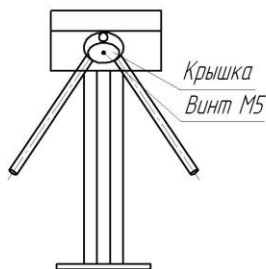

Рис.1 Установка штанг
6.4 Установите штанги. Для этого снимите крышку поворотного механизма, открутив винт М5 (рис.1). Закрепите штанги болтами М10, входящими в комплект штанг.